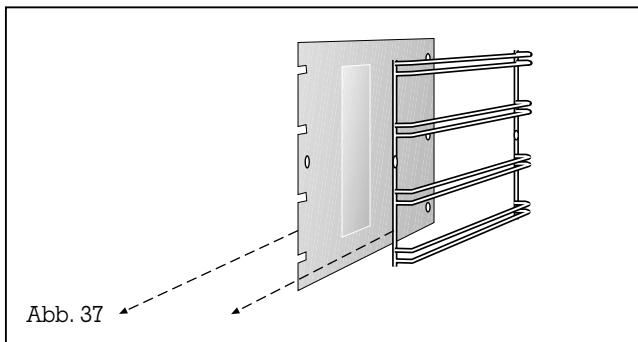

Abb. 37
- Entnehmen Sie die katalytischen Seitenbleche mit den Auflagerosten (Abb. 37). Bei starker Verschmutzung können Sie die katalytischen Innenbleche in sehr heißem Wasser mit Kernseife und einer weichen Bürste reinigen.